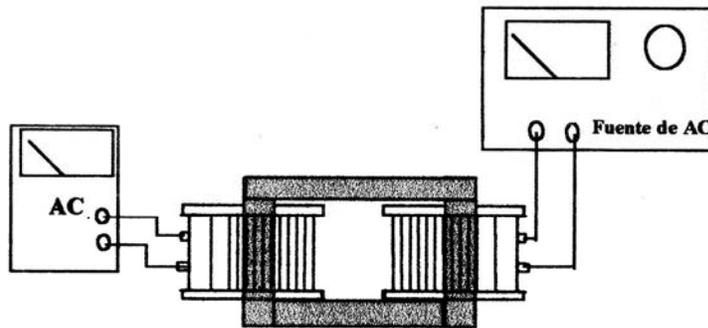

Figura 2
4. Enseguida coloque el mismo medidor de voltaje en el secundario y mida el voltaje de salida del transformador. Guíese por la figura 2 para armar el circuito.